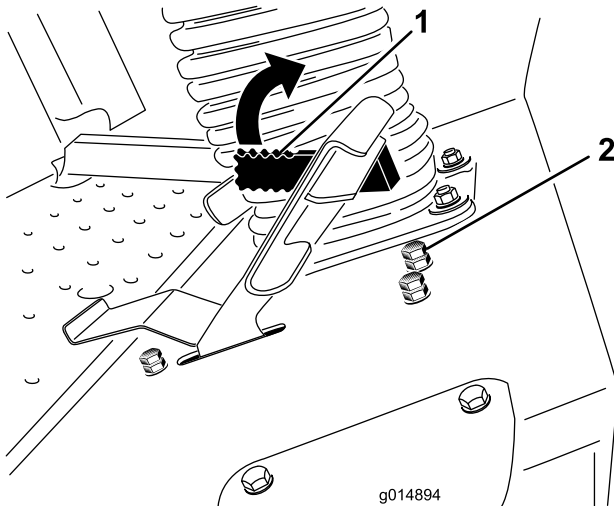

Bild 61
Der Hebel des Mähgeschwindigkeitsbegrenzers (Bild 61) kann nach vorne gekippt werden, um die Fahrtriebsgeschwindigkeit während des Betriebs zu begrenzen.
3. Lösen Sie die Klemmmutter an der Anschlagschraube des Mähgeschwindigkeitsbegrenzers (Bild 61).